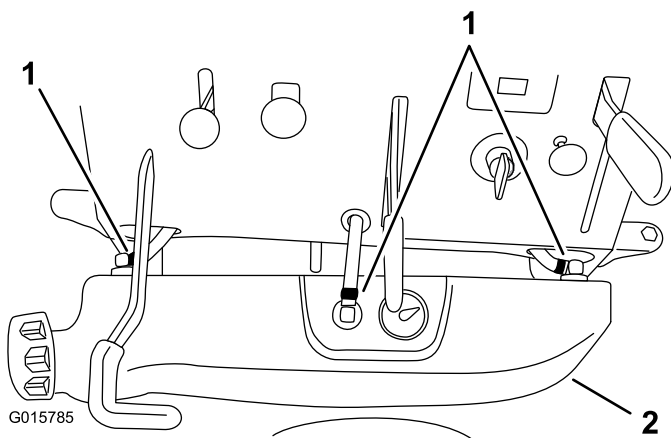

図 4
9. タンクをできるだけ上方前方に持ち上げる (図 4)。
10. 燃料タンクについている 3 本の換気ホースのクランプをゆるめてホースを外す (図 4)。